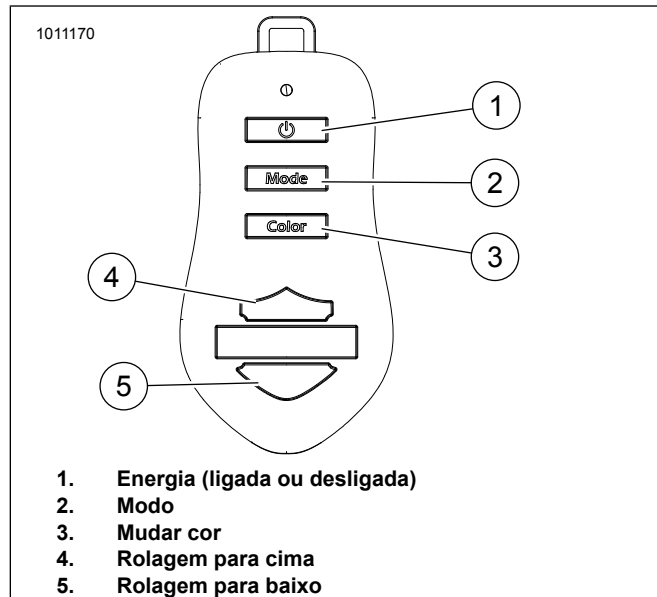

Figura 3. Controle remoto
2. Veja a figura 3. Pressione o botão de energia (1) no controle remoto.
1. Veja a figura 3. Pressione o botão de modo (2) para alternar entre os três modos.
- b. Pressione o botão de rolagem para cima (4) para aumentar a velocidade gradualmente. Segure para aumentar a velocidade rapidamente.
- c. Pressione o botão de rolagem para baixo (5) para diminuir a velocidade gradualmente. Segure para diminuir a velocidade rapidamente.
1. Veja a figura 3. Pressione o botão de mudança de cor (3) para rolar e alterar as zonas de cores.